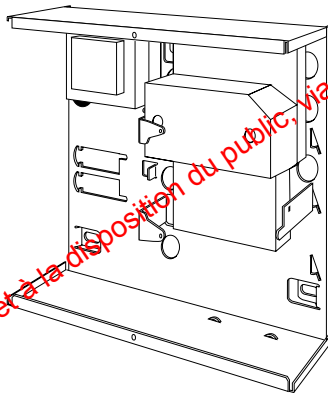

Figure 19. Installation d'un transmetteur externe
3. Glisser le transmetteur entre le coffret et la carte de la centrale, en s'assurant que le circuit imprimé principal peut être remis en place (se reporter à la figure 19 ci-dessous).